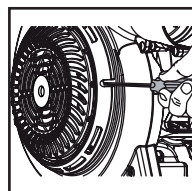

Fig. 04
1. Localize o furo na porta do motor. A aba da trava da porta é embutida no furo em direção à frente do soprador. Insira uma chave de fenda no furo e pressione a aba da trava da porta e eleve a porta para liberar a trava (Fig. 04).